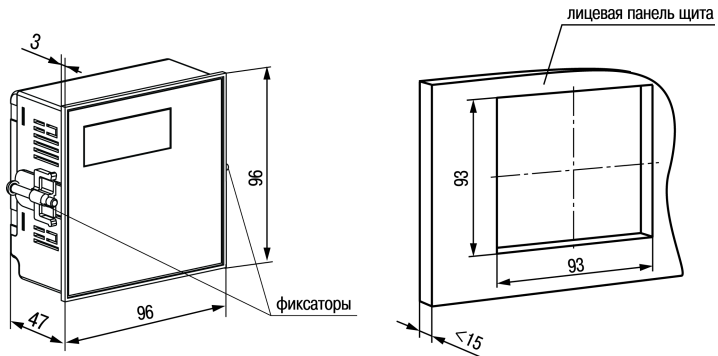

Рисунок 4.10 – Габаритные размеры корпуса Щ11
1. Подготовить на щите управления место для установки прибора (см. рисунок 4.10).